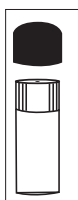

figura 3A
2. Retire la tapa del vinilo del vial para exponer el agujero de fuga pequeña, como se muestra en la Figura 3A a continuación. NO DESENROSQUE LA TAPA NEGRA DE LA BOTELLA.